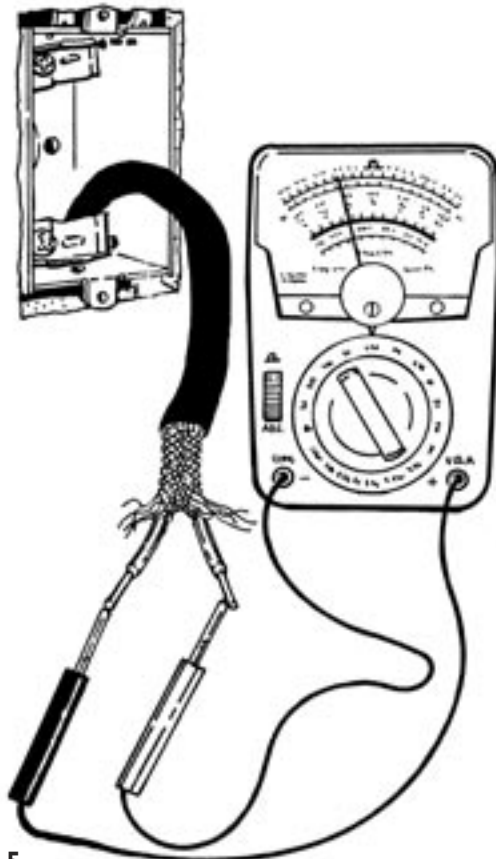

Figure 5
1. Vérifiez la résistance de chaque treillis et du fil du capteur (Figure 5) avant de procéder à la pose du couvre-plancher pour vous assurer que l'installation n'a entraîné aucun dommage. La résistance du fil doit être supérieure à 10 ohm, mais inférieure à 250 ohm. La résistance du fil du capteur doit se situer entre 7 et 14 ohm.